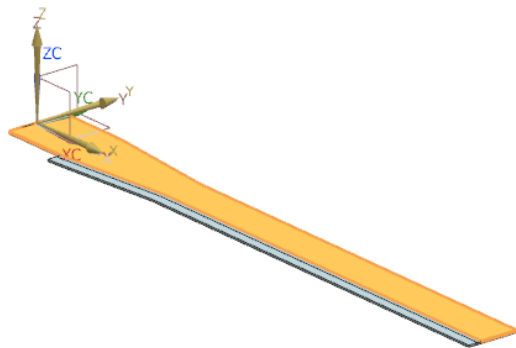

图 10-47 选择草图工作平面
(2) 单击“绘制截面”按钮, 打开“创建草图”对话框。在视图区选择草图工作平面，如图 10-47 所示。